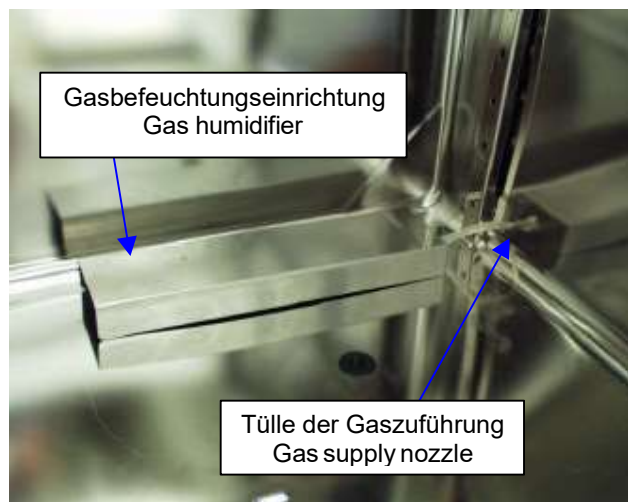

Abb. 2 / Picture 2
3. Stellen Sie dann die Gasbefeuchtungseinrichtung in das Gerät (hinten rechts, parallel zur Geräterückwand) und stecken jetzt den Schlauch auf die Tülle der Gaszuführung. (Bild 2)